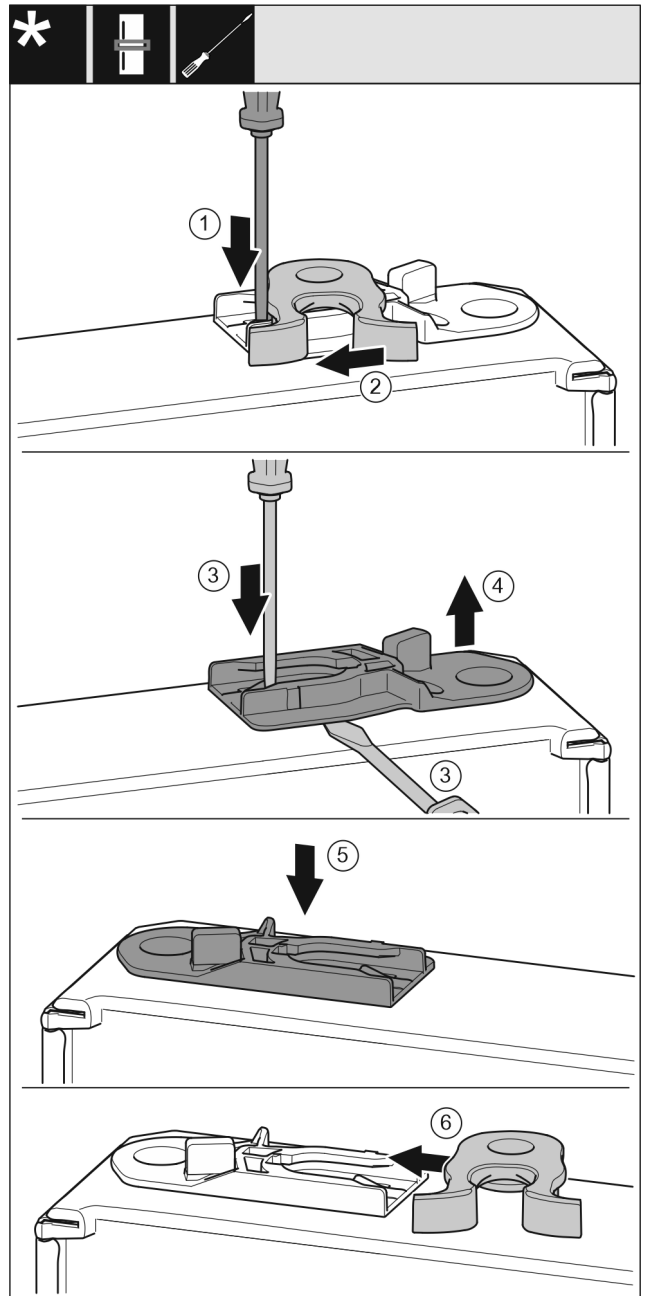

Fig. 19
- Shtypni për poshtë gjuhëzën Fig. 19 (1) me një kaçavidë me kokë petë.
- Nxirrni jashtë nga foleja udhëzuese grepat e mbylljes Fig. 19 (2).
- Nxirrni jashtë manikotën udhëzuese Fig. 19 (3, 4): Shtypni gjuhëzën me një kaçavidë me kokë petë dhe në të njëjtën kohë futni një kaçavidë me kokë petë poshtë manikotës udhëzuese.
- Futni në anën tjetër të kasës manikotën udhëzuese Fig. 19 (5) të përfshirë në përmbajtjen e paketimit.
- Futni grepat e mbylljes Fig. 19 (6) në fole të udhëzuese.